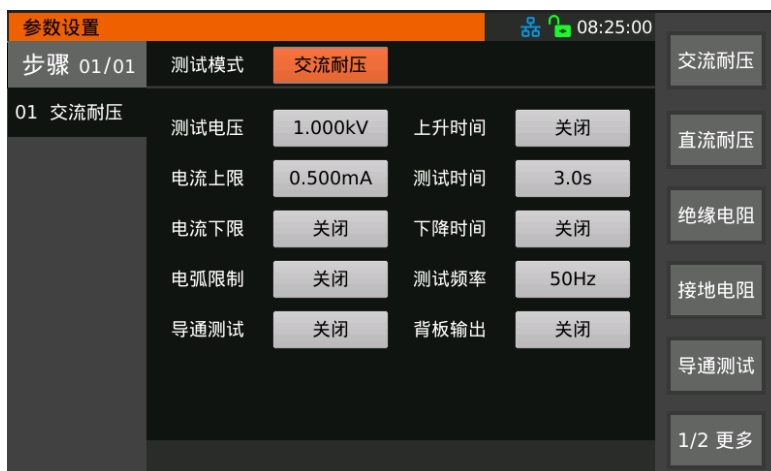
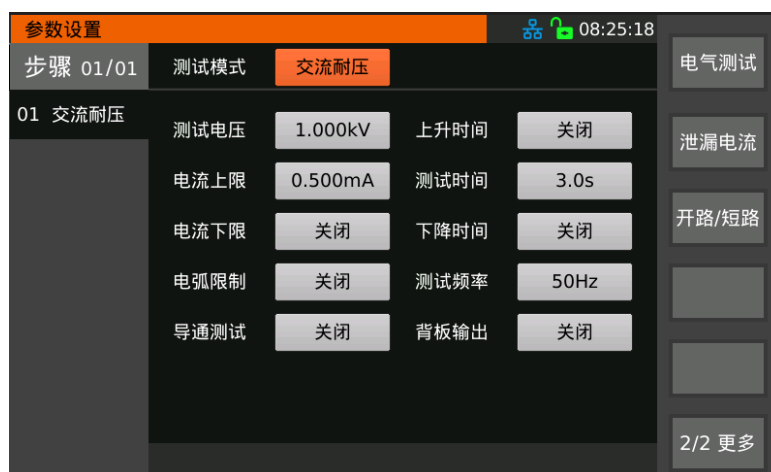

图 3-12 测试模式选择 1
图 3-13 测试模式选择 2
3、 触摸〔测试模式〕选项键或〔▶〕方向键，进入如图 3-12、图 3-13 所示界面，可选不同的测试模式，包括交流耐压、直流耐压、绝缘电阻、接地电阻、导通测试、电气测试（仅 TH9130X）、泄漏电流（仅 TH9130X）、开路/短路。